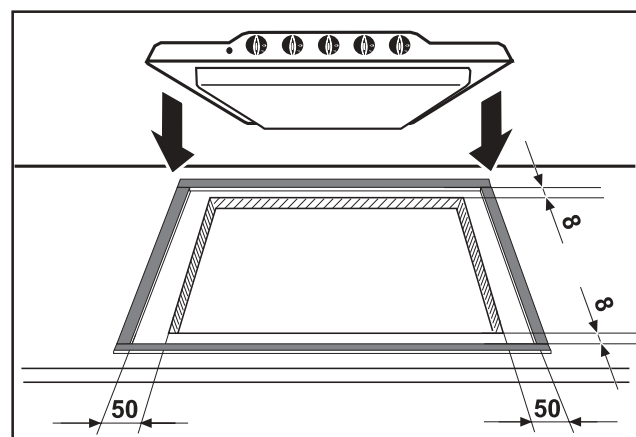

Рис. 11
- Расположите уплотнители, которые входят в комплект к варочной поверхности, по краям ниши: наклейте точно по переднему и заднему краю и на расстоянии 50 мм от боковых сторон, как показано на рис. 11. Имейте в виду, что уплотнитель должен быть наклеен встык, а не внахлест.